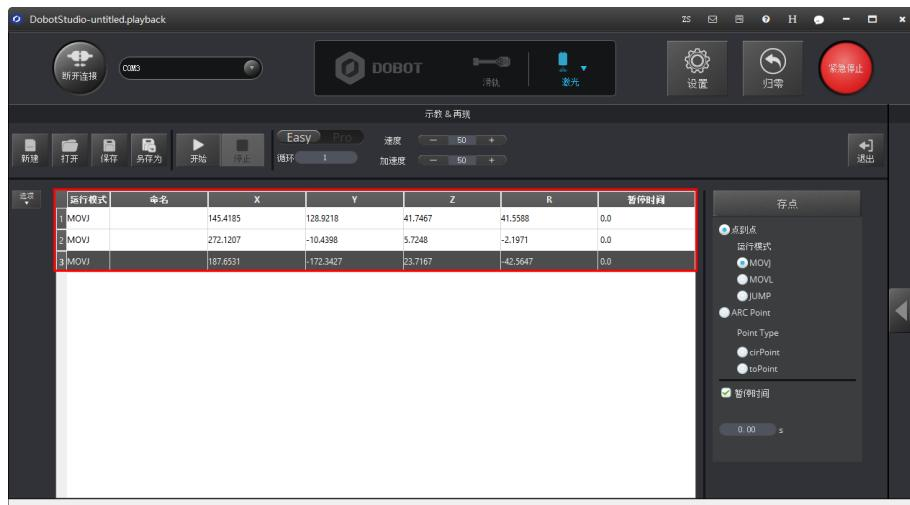

图 2.22 B 和 C 点位置坐标
4. 参照 2~3，将机械臂移动到另外两个位置，假设为B点和C点，机械臂会记录这两点的坐标。如图 2.22 所示。